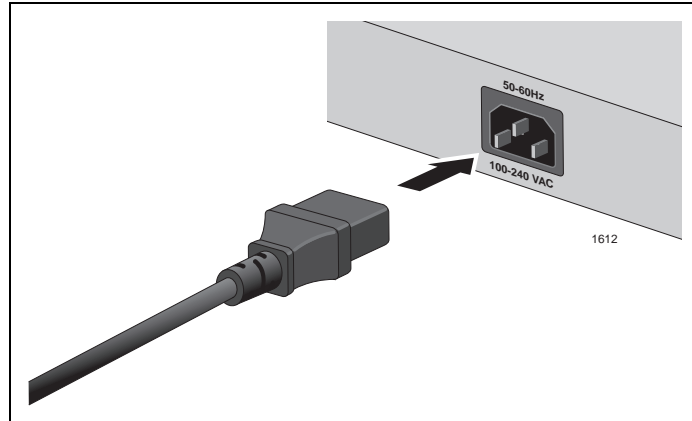

Рисунок 13. Подключение шнура питания переменного тока
1. Подключите шнур питания к разъему питания переменного тока на задней панели коммутатора, показанной на рис. 13.